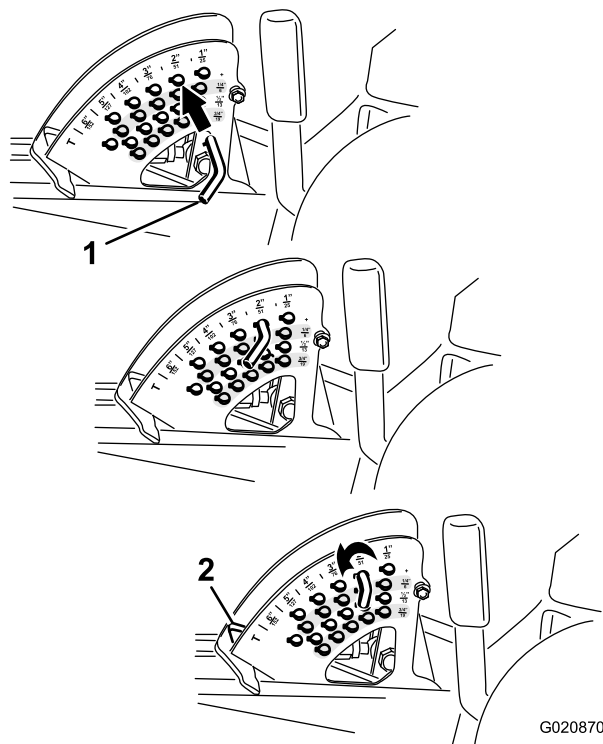

Figure 20
Remarque: Pour bloquer le plateau de coupe en position relevée, levez le plateau au-delà de la position 15 cm, retirez la goupille de butée de hauteur de coupe (voir Réglage de la hauteur de coupe (page 27)), et placez-la à la position 15 cm (Figure 20).
2. Pour régler la hauteur de coupe, tournez la goupille de butée jusqu'à ce que la goupille cylindrique située à l'intérieur soit alignée sur les trous du support de hauteur de coupe et déposez-la (Figure 20).
3. Placez la goupille dans le trou du support correspondant à la hauteur de coupe voulue et tournez-la pour la verrouiller en place (Figure 20).
Remarque: Il y a 4 rangées de trous (Figure 20). La première rangée donne la hauteur de coupe indiquée au-dessus de la goupille. La deuxième rangée donne la hauteur indiquée plus 6 mm. La troisième rangée donne la hauteur indiquée plus 12 mm. La dernière rangée donne la hauteur indiquée plus 18 mm. Un seul trou, situé dans la deuxième rangée, correspond à la hauteur 15,8 cm. Il n'ajoute pas 6 mm à la hauteur de 15,8 cm.